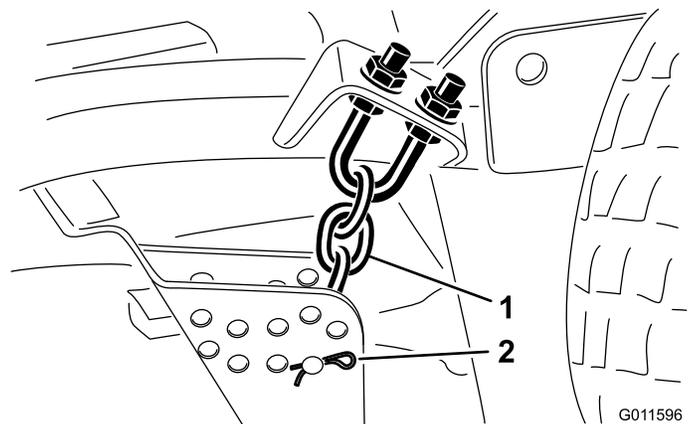

Figura 19
5. Retire o contrapino tipo grampo e pino de segurança que fixam as correntes da altura de corte à traseira da unidade de corte (Figura 19).